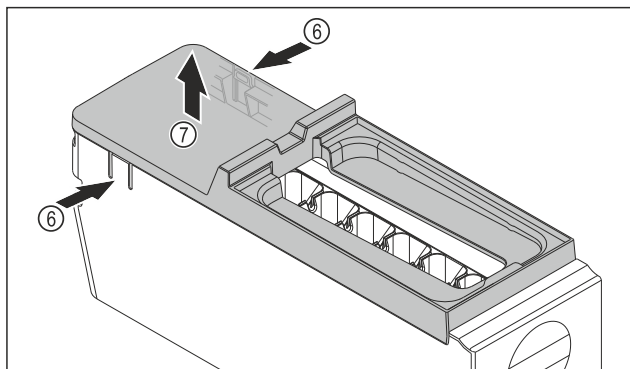

Fig. 112
- ▶ Fjern dekelet til hoveddelen til EasyTwist-Ice: Trykk på tappene Fig. 112 (6) på begge sider av hovedenheten til EasyTwist-Ice- med én hånd.
- ▶ Fjern dekelet Fig. 112 (7) ved å trekke det oppover med den andre hånden.